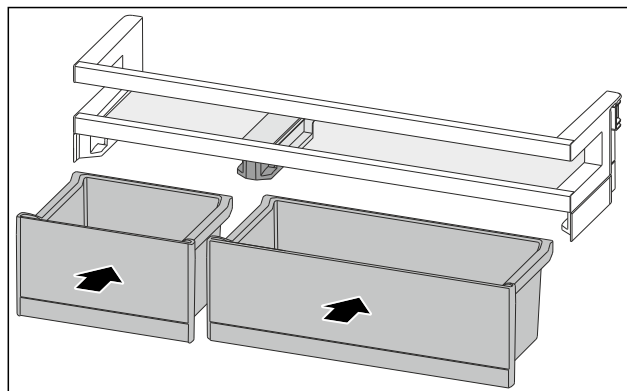

Fig. 128
- ▶ VarioBoxy vložte v opačném pořadí. (viz Fig. 128)